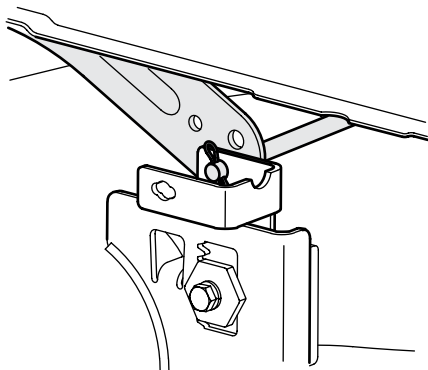

Figura 4-12
- Mirando la plataforma de corte desde el lado izquierdo del tractor, ubique el pasador de chaveta que sujeta la varilla de soporte de la plataforma del lado posterior izquierdo de la plataforma. Consulte la Figura 4-12. Extraiga el pasador de chaveta que sujeta la varilla de soporte de la plataforma, y con cuidado saque el soporte de la plataforma del brazo de elevación de la plataforma.